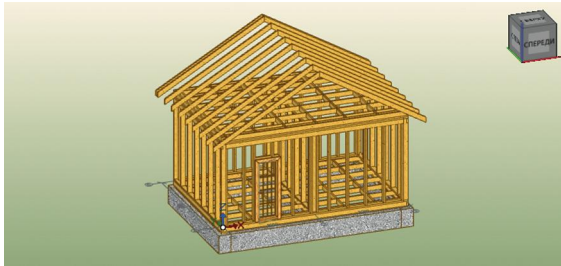

рис. 94
- завершите создание проема левым кликом мыши в видовом окне (рис. 94).